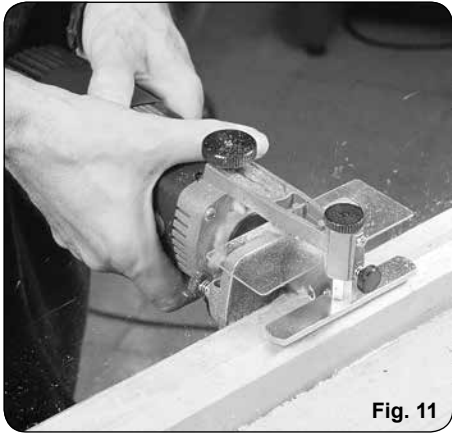

Fig. 11
12.50.040	Esquí de apoyo vertical (Fig. 11)